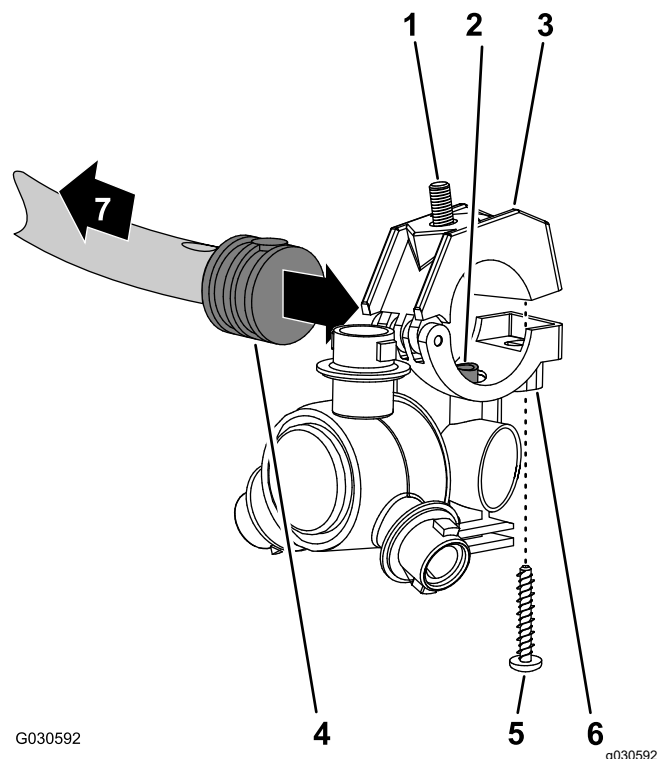
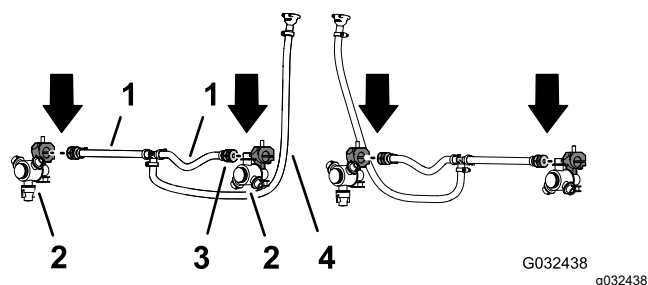

Figura 57
Figura 58
2. Trabajando con la boquilla de fumigación 2 que viene con el kit de acabado del sistema de fumigación GeoLink, retire el tornillo de acero inoxidable que fija la mitad superior de la abrazadera a la base (Figura 57).
3. Localice el orificio en el lateral del conector de manguera de dentado simple, al final de la manguera de 25 cm (10") (válvula de fumigación 5 o 6) de la sección de fumigación central (Figura 57 y Figura 58).
4. Alinee el tubo de trasvase de la base de una boquilla de fumigación (Figura 57) con el orificio situado en el lado del conector dentado simple ($\frac{1}{2}$ ").
5. Cierre la mitad superior de la abrazadera alrededor del conector de manguera dentado y sujete la mitad de la abrazadera y el cuerpo de la boquilla de fumigación (Figura 57) con el tornillo de acero inoxidable (Nº 12 x $1\frac{1}{4}$ "); apriete el tornillo de acero inoxidable a 14 – 18 N·m (20 – 25 pulgadas-libra).
6. Trabajando con la boquilla de fumigación, el perno de cabeza hexagonal, y el tornillo de acero inoxidable que retiró en los pasos 1 y 2 de Retirada de las boquillas de fumigación \(página 30\), repita los pasos 3 a 5 con el conector de manguera de dentado simple (Figura 57 y Figura 58) del otro extremo de la manguera de 25 cm (10").
7. Trabajando con las 2 boquillas de fumigación que retiró en el paso 4 de Retirada de las boquillas de fumigación \(página 30\), repita los pasos 3 a 5 con los conectores de manguera de dentado simple del otro conjunto de mangueras (válvula de fumigación 5 o 6) de la sección de fumigación central (Figura 57 y Figura 58).